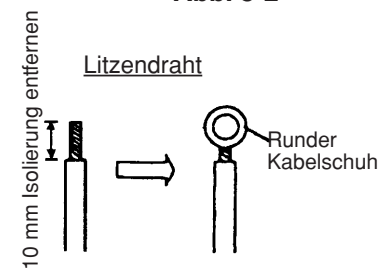

Abb. 3-3
- (1) Kabelende mit einer Zange abschneiden und soviel Isolierung entfernen, daß ca. 10 mm blanker Draht zu sehen sind. (Abb. 3-3)
- (2) Mit einem Schraubendreher die Befestigungsschraube(n) von der Klemmenleiste entfernen.
- (3) Mit Hilfe einer entsprechenden Zange einen runden Kabelschuh am blanken Drahtende befestigen. (Abb. 3-3)